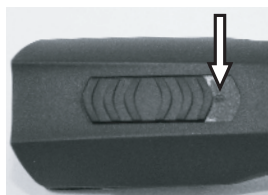

Fig. 4 Bryter i AV-posisjon ("0°")
1. Kontroller kontaktene på klippemaskinen (1) og batteriet (2) for fremmedelementer og kontaminasjon.
2. Forviss deg om at bryteren på klippemaskinen er i AV-posisjon ("0") (fig. 4).
1. Sett bryteren på "0" (fig.4).
2. Trykk batterisperren (2) på begge sidene inn, og dra batteriet (1) ut av klippemaskinen.